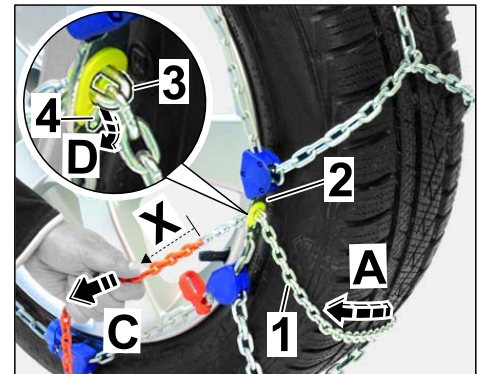

Bild 11
2.2.5 Spannkette durch Verschlussplatte straff ziehen (⇒ Bild 11 -C-).
Prüfen, ob der farbige Teil der Spannkette (⇒ Bild 11 -X-) komplett durch die Verschlussplatte durchgezogen ist.
Kettenglied Spannkette in Langloch und Sicherung Verschlussplatte einhängen (⇒ Bild 11 -D-).